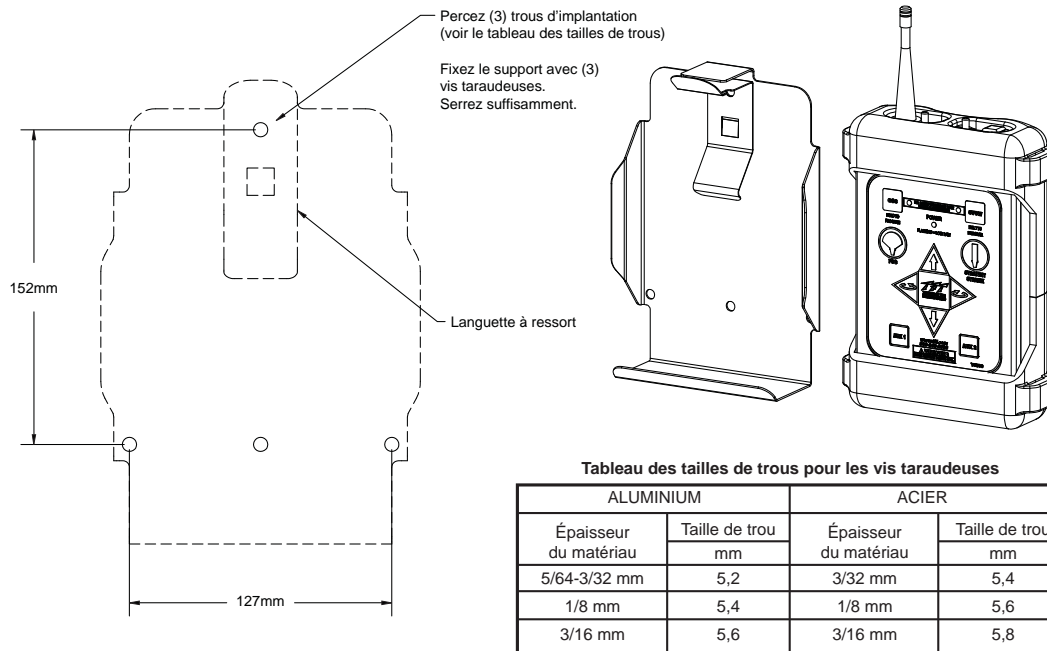

Fig. 2.4.1 Poste de commande sans fil
Le support de rangement est fourni avec (3) vis taraudeuses 1/4-20 en acier inoxydable. Assurez-vous que le matériau accueillant le support est suffisamment solide et épais pour les vis taraudeuses. Veillez à ce que la zone située à l'arrière de la surface de montage soit entièrement dégagée. Nous vous recommandons une épaisseur minimale de 2,4 mm pour l'aluminium et de 2 mm pour l'acier. Voir le tableau de la figure 2.4.1 pour déterminer la taille adéquate pour les trous d'implantation.
Sélectionnez un endroit approprié pour monter le support de rangement. L'espace requis sur le panneau est de 152 x 285 mm. Consultez la figure 2.4.1 pour connaître la taille des trous. Le support peut être utilisé comme modèle. Assurez-vous que la languette à ressort est bien placée.